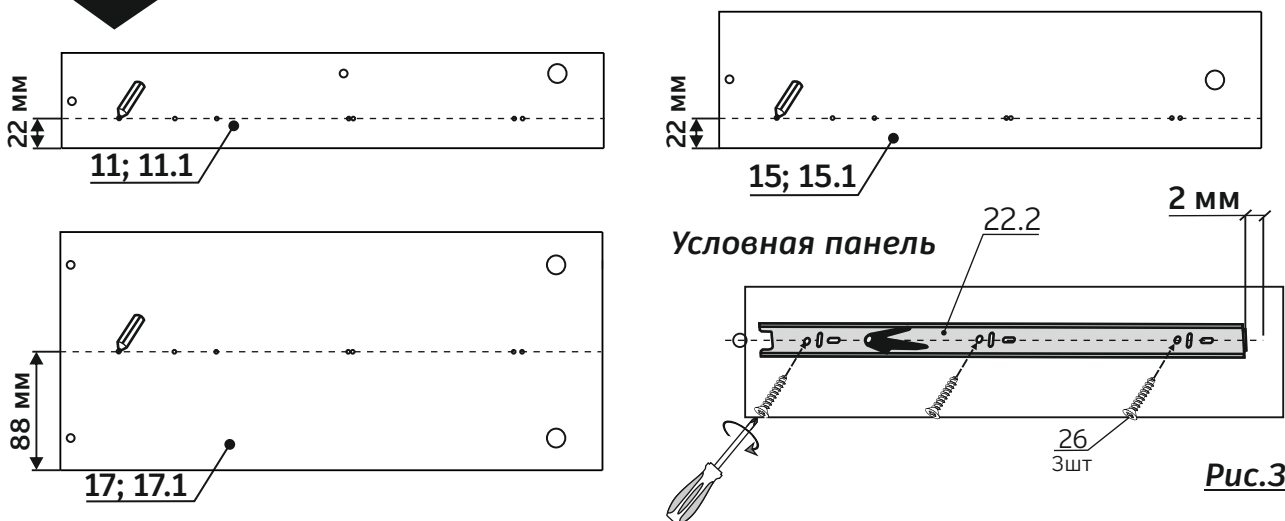

Рис.3
1. Провести линию карандашом на боковых стенках ящиков (левых, поз.11, поз.15, поз.17 (5 шт) и правых, поз.11.1, поз.15.1, поз.17.1 (5 шт), соединив существующие накладки видимой линией (см. рис.3)
2. Приложить направляющую к каждой боковой стенке ящика так, чтобы центры отверстий направляющей совпали с линией на боковой стенке ящика, выдержав размеры, показанные на рис.3
3. Крепить направляющие к каждой боковой стенке ящика шурупами 3,5x16 (поз.26) – 3 шт (см. рис.3).